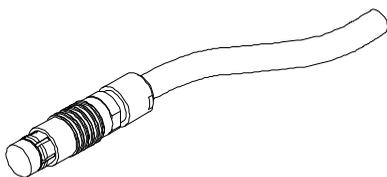

Рис. L-4 19-контактный разъем ВТ-преобразователя
- Второй тип: 19-контактный разъем (см. Рис. L-4 на стр. 188), используемый в многокатушечных ВТ-преобразователях.